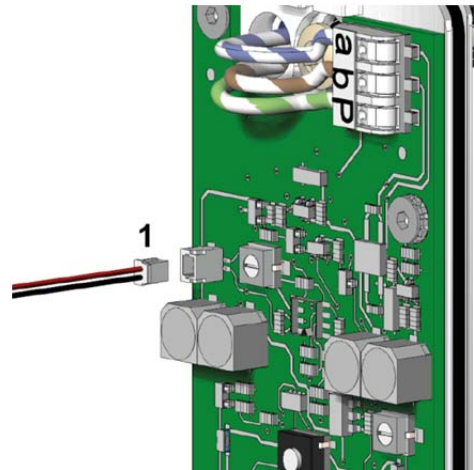

Abb. 6: Lautsprecher anschließen
- ▶ Stecken Sie den Stecker des Lautsprecherkabels (1) in die dafür vorgesehene Buchse (Abb. 6).